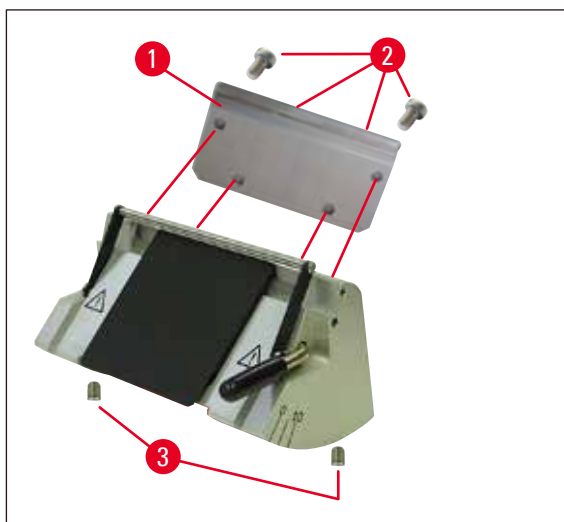
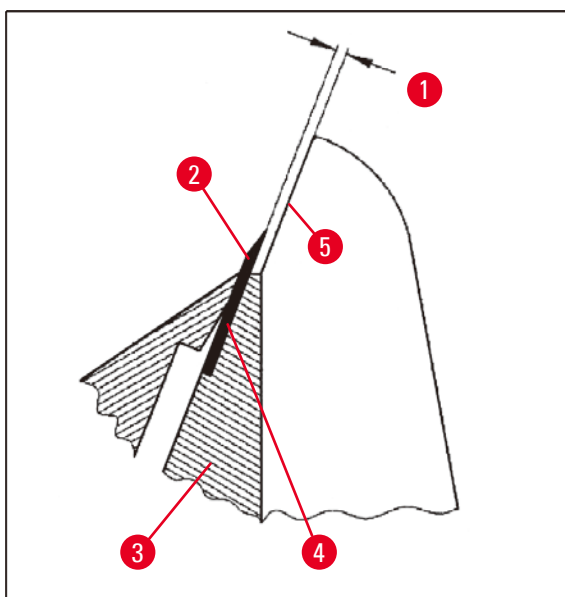

図 34
図 35
- 取り付ける際には、プレッシャープレート(→ 図 40-4)上端が背面プレッシャープレート(→ 図 40-2)と平行で同じ高さになるように注意してください（36ページの(→ 45ページ – 図 34)、(→ 46ページ – 図 35)）。必要に応じてプレッシャープレートの調整を行います(→ 49ページ – 5.9.10 アクセサリー一覽)